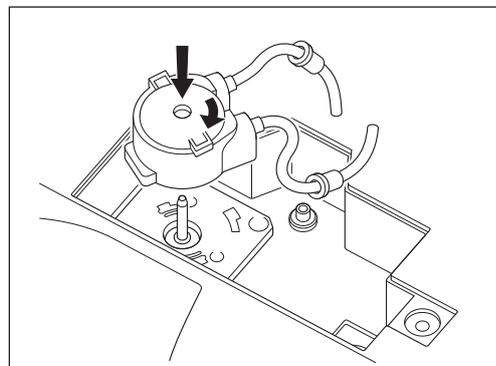

Fig. 55
- 7) Alinhe a bomba de irrigação nova (opção) com o eixo motor. Rode no sentido dos ponteiros do relógio até prender com um clique (Fig. 55).